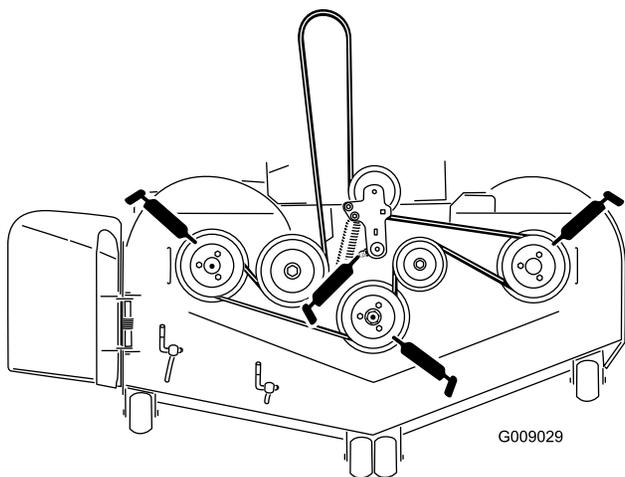

Figura 40
3. Engrase el pivote de la polea tensora de la plataforma del cortacésped hasta que salga grasa por el extremo inferior (Figura 40).
4. Engrase los puntos de engrase de los laterales de los 3 ejes hasta que salga grasa del extremo inferior (Figura 40).
5. Engrase el brazo tensor de la correa de transmisión (Figura 40).